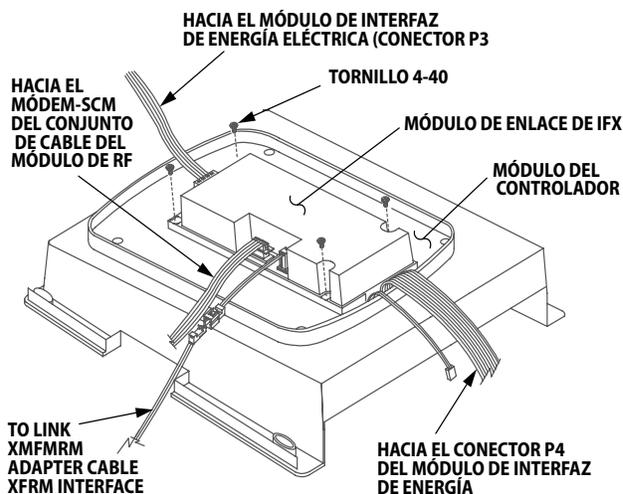

Figura 10
2. Use cuatro tornillos tirafondos N° 4-40 para conectar el módulo de tarjeta de interfaz LINK a la parte inferior del módulo de control (consulte la Figura 10).